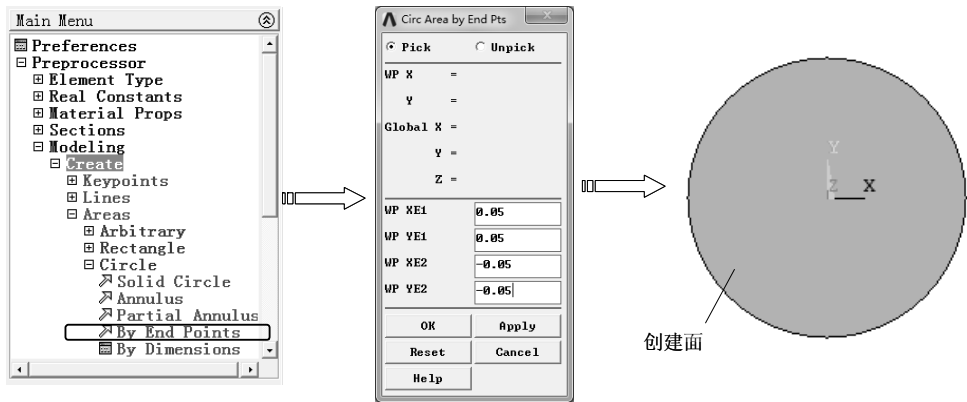

图 2-50 端点绘制圆面
(4)端点绘制圆 选择“Main Menu>Preprocessor>Modeling>Create>Areas>Circle>By End Points”命令，弹出“Circ Area by End Pts”对话框，在“WP XE1”和“WP YE1”文本框中输入一个端点的X、Y坐标，在“WP XE2”和“WP YE2”文本框中输入另一个端点的X、Y坐标，然后单击“OK”按钮创建两点连线之间的圆面，如图2-50所示。